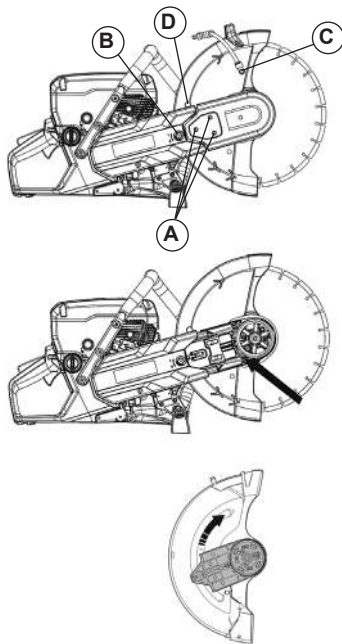

Рис. 7 Переустановка отрезного диска из центрального положения в положение снаружи
Снимите стопор (D). Теперь режущий узел ослаблен и его можно снять с бензореза. Снимите ремень с шкива. Поверните режущий узел в противоположном направлении, как показано на Рис. 7.